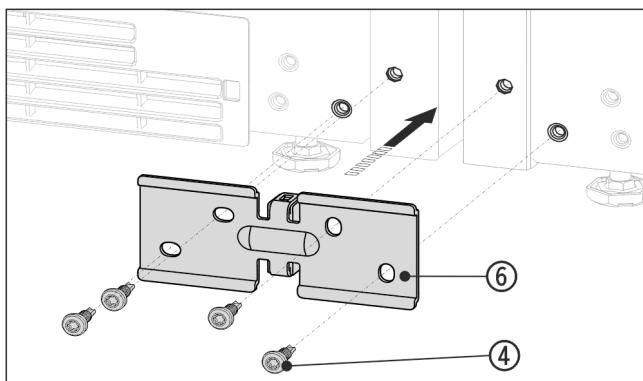

Fig. 14 Примерное отображение
► Надвиньте угол Fig. 14 (6) с помощью распорной детали между устройствами и слегка прикрутите 4 винтами Fig. 14 (4).